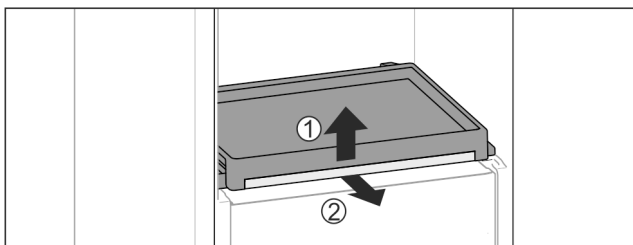

Fig. 132
- Scoateți raftul extractibil cu placa de sticlă: Ridicați ușor placa de sticlă în față Fig. 132 (1) și extrageți-o spre înainte Fig. 132 (2).